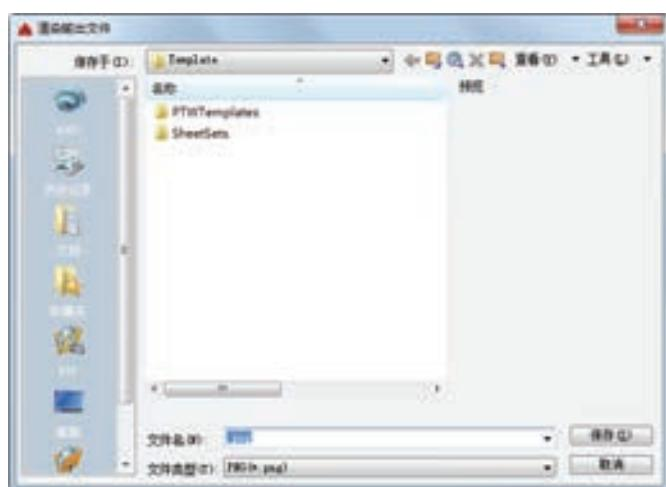

图 11-151 “渲染输出文件”对话框
- 3) 保存渲染效果图。选择菜单栏中的“工具”→“显示图像”→“保存”命令，打开“渲染输出文件”对话框，如图 11-151 所示，设置保存图像的格式，输入图像名称，选择保存位置，单击“保存”按钮，保存图像。